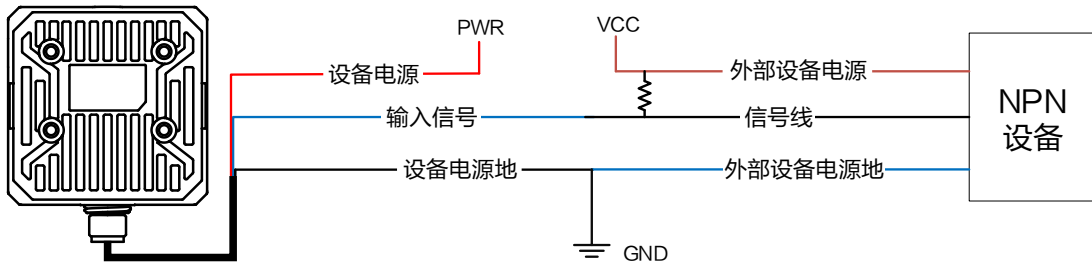

图3-9 输入信号接 NPN 设备
- 若周围有外接电阻，可使用图 3-9 所示的接线方式。VCC 为 12 V 或 24 V 时，推荐使用 1 K Ω 的上拉电阻。该接线图适用于所有 IO 输入信号，即 Line0/1/2/3/4，推荐使用该方式接线。